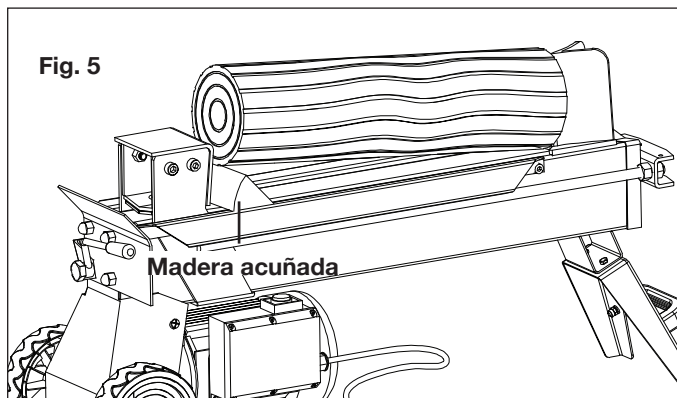

Fig. 5
2. Luego de que el empujador de tronco retroceda y se detenga por completo en su posición inicial, inserte una cuña debajo del tronco atascado (Fig. 5).